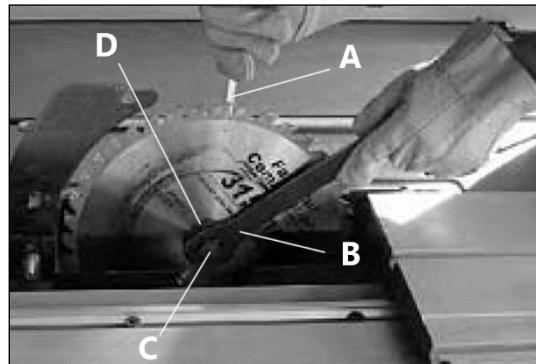

Рисунок 25.
- вставьте стопорный штифт **A** (рис. 25) в специальное отверстие внутреннего фланца пильного диска;